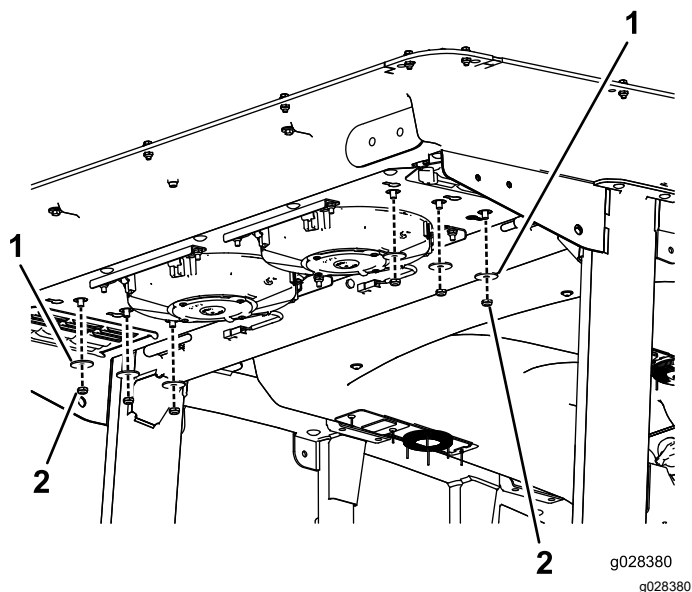

Figura 105
2. Retire las 6 tuercas y arandelas de la parte inferior de la parte trasera de la cabina (Figura 105).